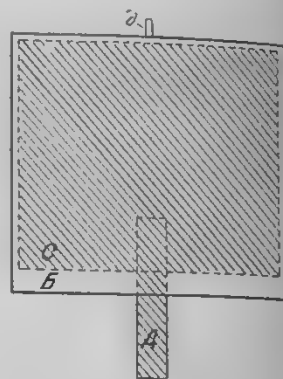
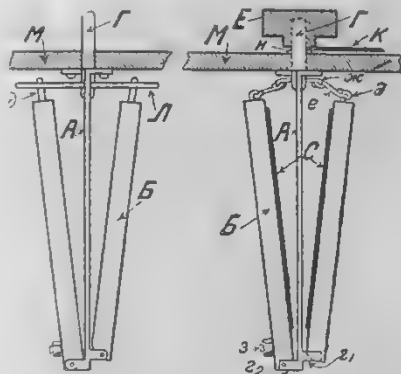
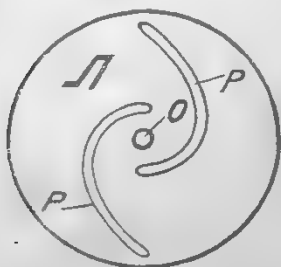

Рис. 5. Подвижные пластины конденсатора.
Рис. 9. Конденсаторы моделей Б (слева) и А (справа) в готовом виде.
Рис. 8. Медный диск с прорезами для модели Б (в натур. величину, прорезы должны быть скопированы точно по рисунку).
винтов подкладывается проводничек; нижние язычки „а“ „в“ и „г“, „д“ отгибаются в равные стороны (рис. 9). Сама пластина с обеих сторон оклеивается при помощи шеллачного лака парафиновой бумагой 80×75 мм. (на чер. 4
2. Две эбонитовые, фибровые или деревянные пластины В и Б 80×76 мм. толщиной 4—5 мм. с закругленным нижним ребром и проволоочной петелькой „д“ на верхнем краю (рис. 5). На пластины тем же лаком наклеивается станиоловый листок 76×68 мм. „С“, под который подкладывается язычок Д из фольги. Обе пластины прикладываются к А так, чтобы их верхние края совпали, и тонкими штифтами из проволоки, через отверстия в язычках „д“, „е“, „ж“ закрепляются так, что могут гулять около этих штифтов, то прилетая к пластине А, то удаляясь от нее (рис. 9 справа). Язычки Д отгибаются на наружную сторону одной из пластин В и прижимаются под гайку „з“, к которой подводится второй проводничек.
способления. Вместо проволоки „ж“, двух рычажков „с“ и петли „д“ на ось Г насаживается и припаивается отверстием „о“ медный диск А толщиной 0,75—1,0 мм. (рис. 8). На диске сделаны два прореза „р“, сквозь которые проходят штифты „д“, поставленные в пластины В на место петель „д“ (черт. 9 (слева)). При повороте на 180° оси Г с припаянным к ней диском А штифты „д“ скользят вдоль прорезов „р“, благодаря чему пластины В то удаляются, то приближаются к пластине А (рис. 9), плавно меняя емкость конденсатора.